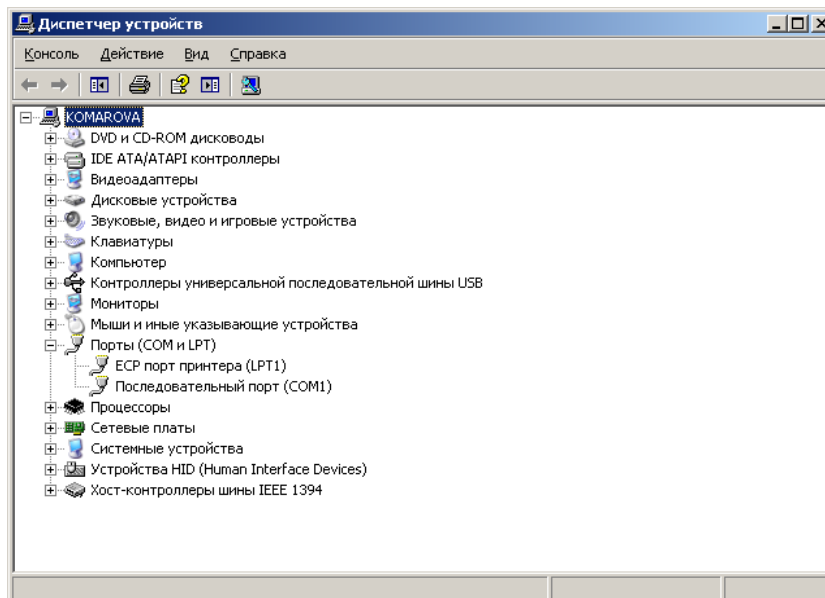

Рисунок 1
2. Запустить программу FlashMagic и установить следующие настройки (см. рисунок 1):